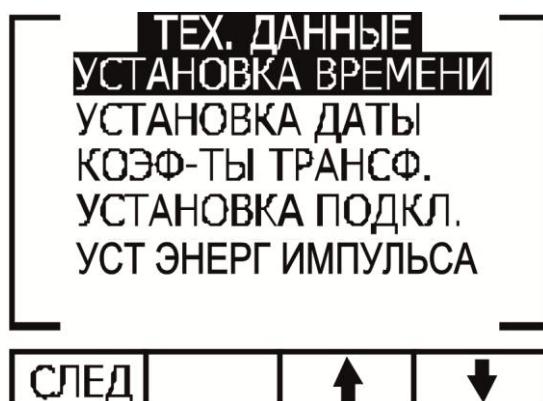

Рис. 10
3. Нажмите Enter. В случае ввода неверного пароля на дисплей будет выведено сообщение об ошибке. Повторите ввод пароля еще раз. При правильном вводе пароля на дисплее будет отображено меню «Тех. данные» (рис. 10):